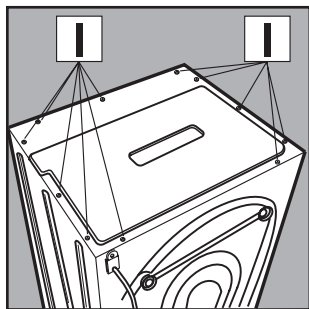

Fig. 13
2. Desatarraxe os parafusos I para tirar a cobertura [fig. 13].